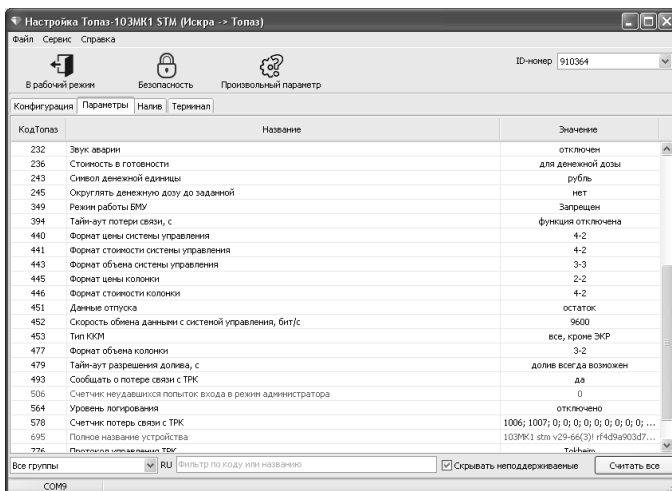

Рисунок 4
7.6 На вкладке "Параметры" (рисунок 4) можно просмотреть и при необходимости изменить значения параметров устройства.